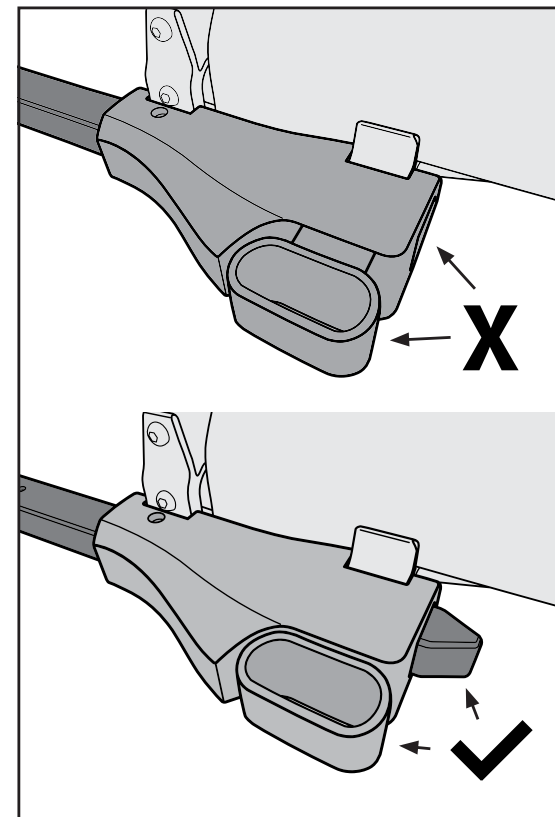

Figura 12
- Al insertar la barra de remolque, debería ver que la palanca de desacople se desplaza hacia afuera y que después vuelve a su posición original. La barra de remolque no está segura hasta que la palanca de desacople haya vuelto a su posición original (Figura 12).